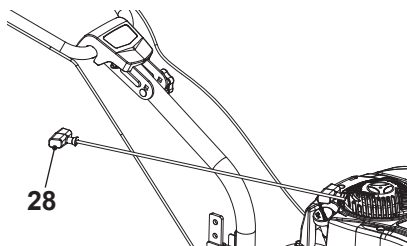

Fig. 21
Tire ligeramente del asa del arranque retráctil (28) hasta que sienta resistencia y, luego, tire de ella rápidamente. Hágalo de nuevo hasta que el motor arranque (fig. 21).